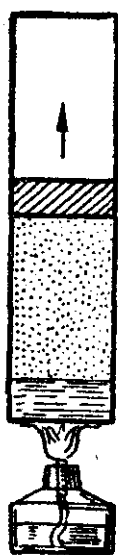

图 7·22
例 5. 将水盛在圆筒形的容器里，筒上有一个轻的活塞，如图 7·22 所示，对液体加热，在标准大气压下，当温度升到 100°C 时水开始沸腾，水面上的汽能够反抗大气压做功，推动活塞上升。设活塞的面积是 100 厘米²，大气压强是 1.033 公斤/厘米²。求(1)活塞上升 10 厘米时，汽反抗大气压强所做的功是多少？需要多少热量？(2) 当有一克汽形成时反抗大气压强所做功是多少？需要多少热量？